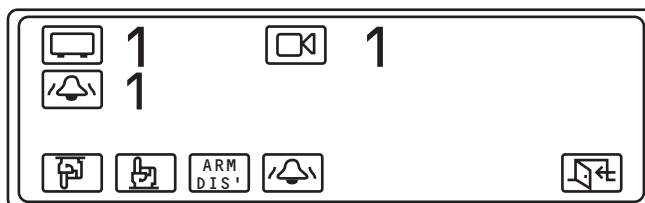

Figura 73. Menu Allarme
1. Dal menu principale, immettere il numero logico dell'allarme richiesto e selezionare . Sul display appare il menu Allarme. La Figura 73 mostra il numero di allarme 1.